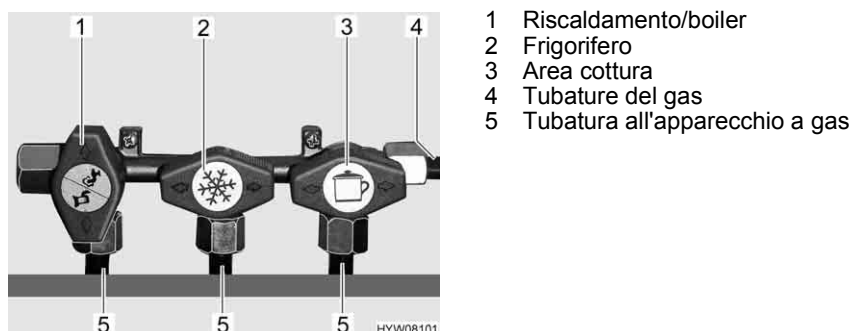

Fig. 67 Simboli dei rubinetti di arresto del gas
Nel veicolo, tutti gli apparecchi del gas sono dotati di un rubinetto di arresto del gas (Fig. 67).
- Posizionare il rubinetto di arresto del gas dell'apparecchio a gas corrispondente parallelamente (Fig. 67,1) alla tubatura (Fig. 67,5) che alimenta l'apparecchio a gas.
- Posizionare il rubinetto di arresto del gas dell'apparecchio a gas corrispondente trasversalmente (Fig. 67,2 e 3) alla tubatura (Fig. 67,5) che alimenta l'apparecchio a gas.